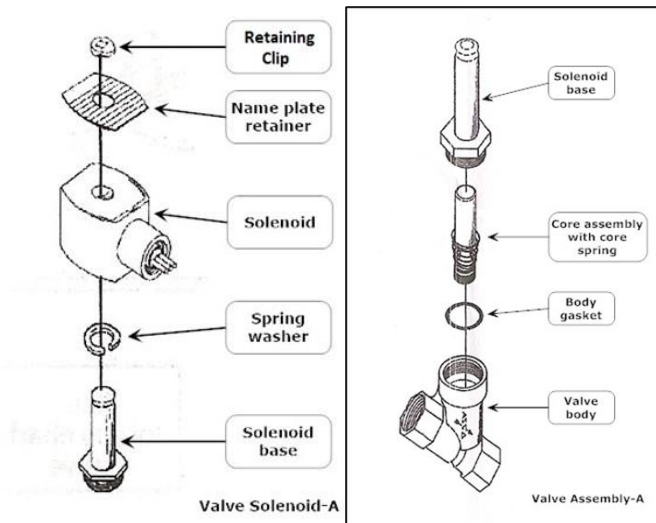

Figura 9-20: Conjunto y componentes de la válvula de control GM
2. Conjunto y componentes de la válvula de control GM. **Vea la Figura 9-20.**
(Típico en los cuerpos de las 4 válvulas) **Vea la Figura 9-20.**